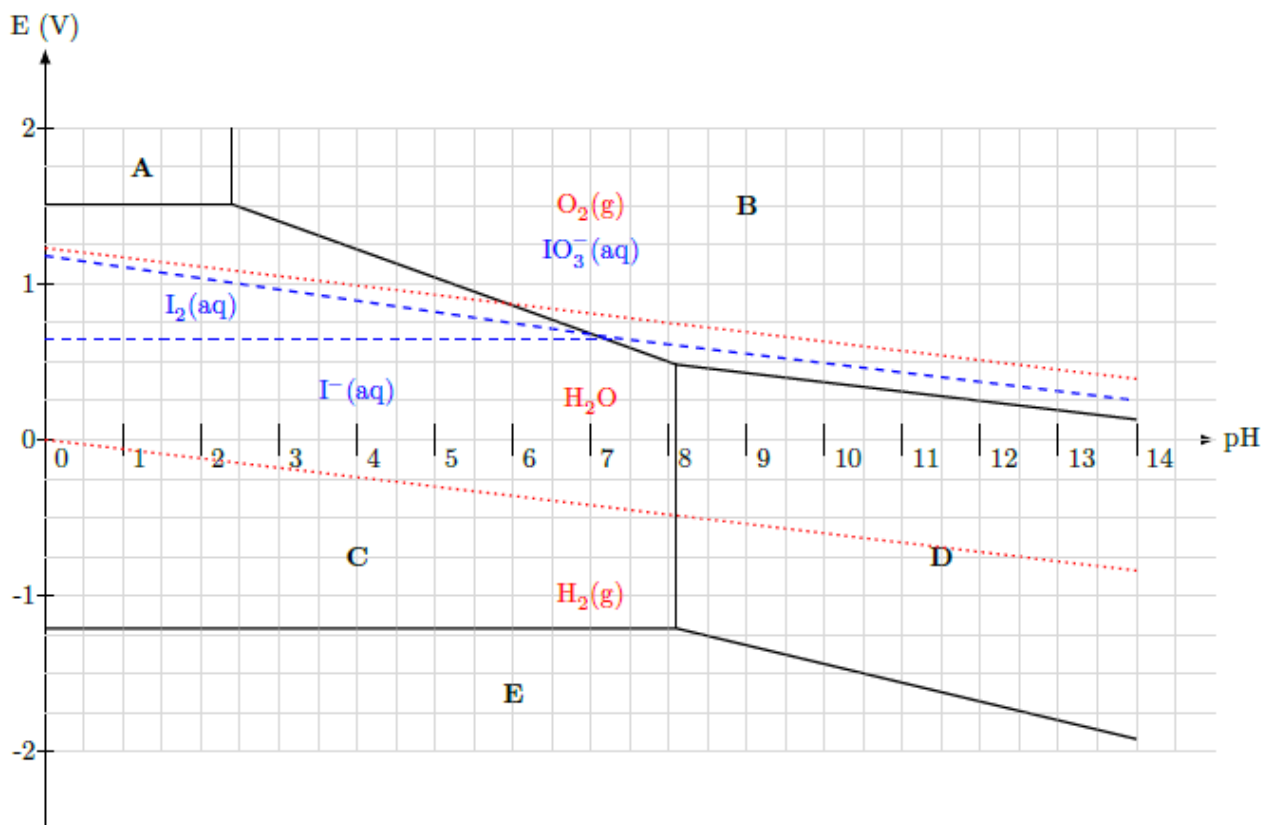

Figure 2 Diagrammes E-pH simplifiés de l'élément manganèse (en ligne pleine), de l'élément iode (en tirets) et de l'eau (en pointillés)
La figure 2 ci-dessous représente plusieurs diagrammes E-pH superposés.
- Q 14.** Déterminer le nombre d'oxydation de l'élément manganèse dans l'hydroxyde de manganèse (II) $\text{Mn(OH)}_2(\text{s})$ et de l'élément iode dans l'ion iodate $\text{IO}_3^-(\text{aq})$.
- Q 15.** Attribuer, en justifiant la réponse, les différents domaines du diagramme E-pH de l'élément manganèse, repérés par les lettres A, B, C, D et E (voir figure 2), aux différentes espèces considérées contenant l'élément manganèse.
- Q 16.** En utilisant les diagrammes E-pH de la figure 2, identifier quelles sont les espèces, contenant l'élément manganèse, stables dans l'eau en présence de dioxygène dissous.
Q 17. Expliquer pourquoi il est nécessaire de se placer initialement (étapes 1 et 2 du protocole) en milieu fortement basique. On pourra justifier la réponse en prenant appui sur les diagrammes E-pH de la figure 2.
Q 19. Écrire les équations qui modélisent les transformations chimiques qui interviennent lors du passage en milieu acide et de l'ajout d'iodure de potassium (étape 3 du protocole). On pourra justifier la réponse en prenant appui sur les diagrammes E-pH de la figure 2.